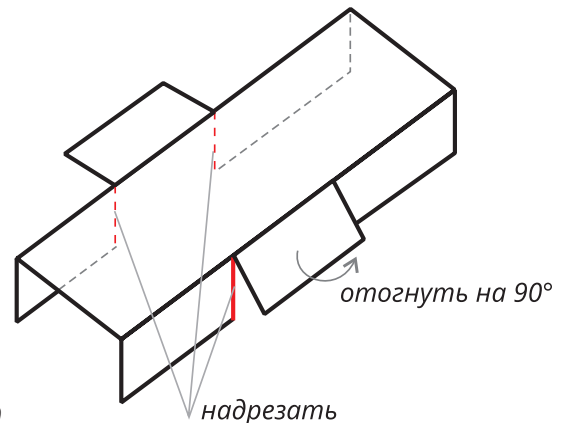
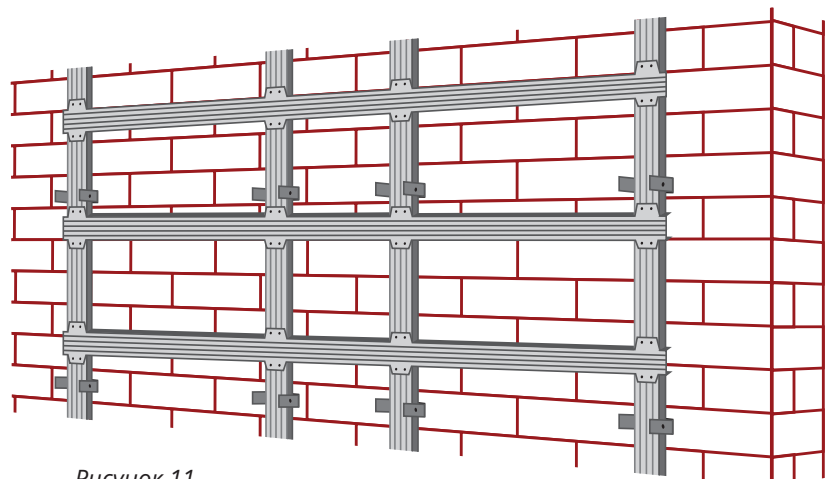

Рисунок 10
Рисунок 11
3. В местах стыка профилей сделайте надрезы и отогните боковые надрезанные полки горизонтального профиля (Рисунок 10). Закрепите горизонтальные профили к вертикальным, как показано на рисунке. Контролируйте положение уровнем (Рисунок 11).